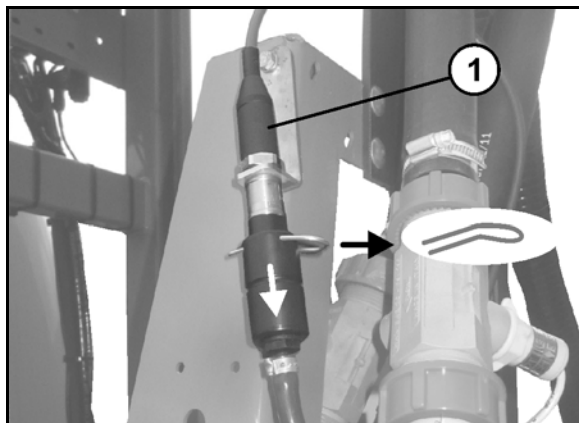

Рис. 145
21. **Штанги Super-S:** Спустите воду из датчика давления, отсоединив шланг от датчика (Рис. 145/1).